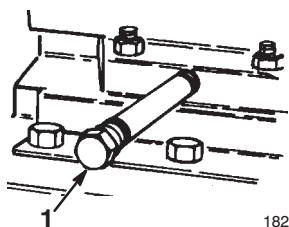

Figure 32
3. Nettoyez la surface autour du bouchon de vidange d'huile (Fig. 32).